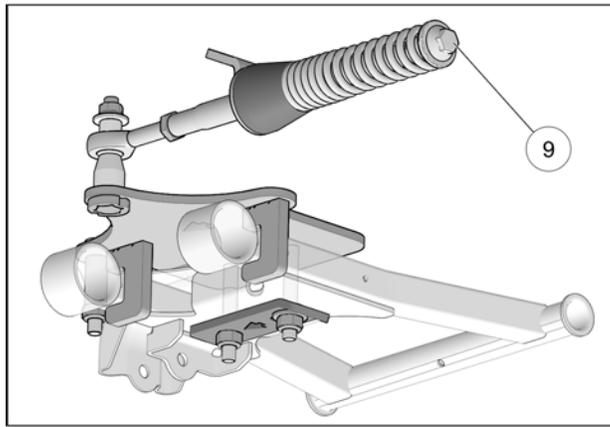

Fig. 15
13. Vérifier que le boulon du ressort (6) est serré au couple recommandé : 75 N•m [55 lb•pi]. Fig. 15